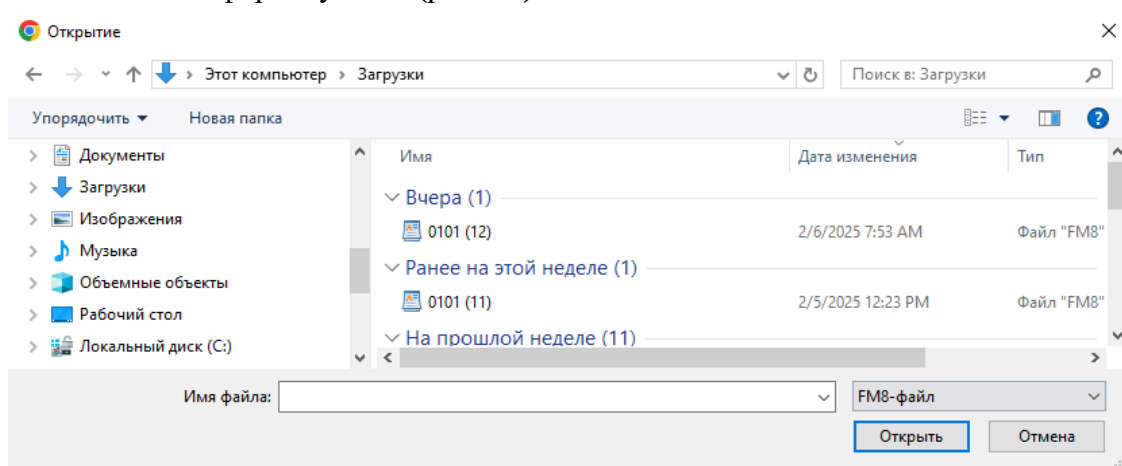

Рис. 99 Окно выбора файла
- Используя кнопку *Обзор...*. Предоставляется возможность выбора файлов, относящихся к формату EDD (рис. 99)